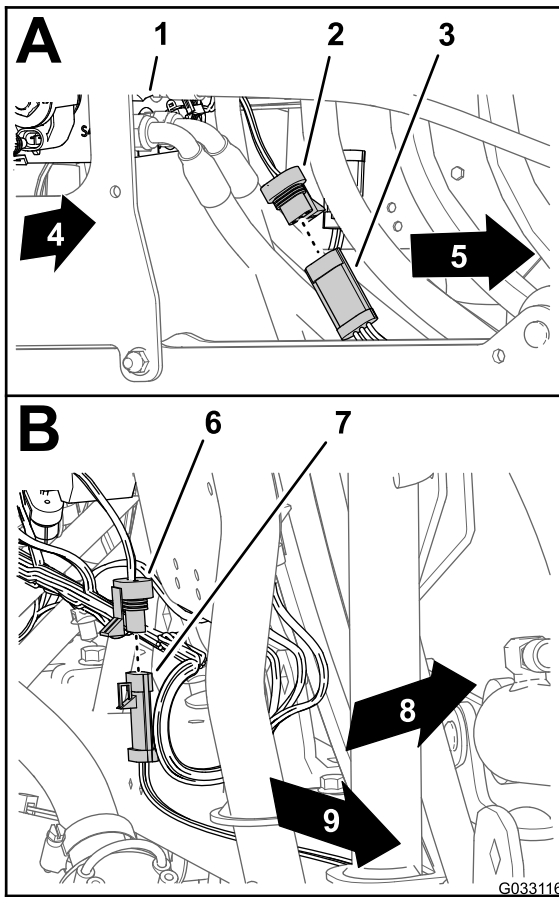

Figura 147
1. Conecte el conector hembra de 3 vías del arnés de cables del brazo sónico al conector de 3 pines del cable para el sensor ultrasónico derecho (A de la Figura 147).
2. Conecte el conector hembra de 3 vías del arnés de cables del brazo sónico del conector de 3 pines del cable para el sensor ultrasónico izquierdo (B de la Figura 147).